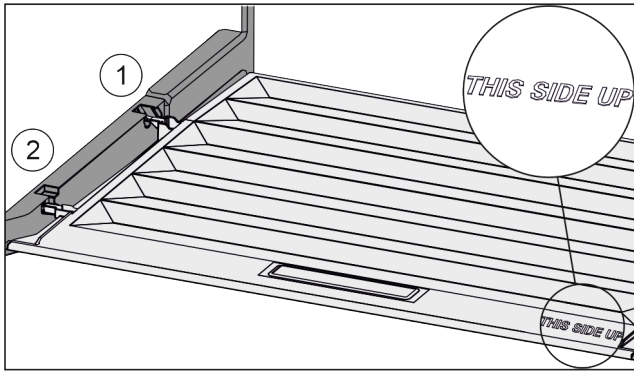

Fig. 25
- 从后部固定支架 Fig. 25 (1) 开口导入桥形接片并卡入固定支架 Fig. 25 (2) 的前端。